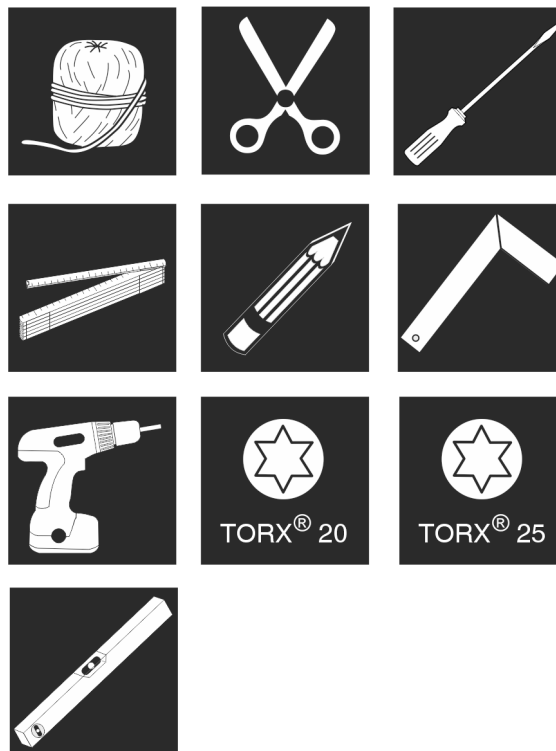

Fig. 20
1. Werkzeug bereitstellen. Fig. 20 ()